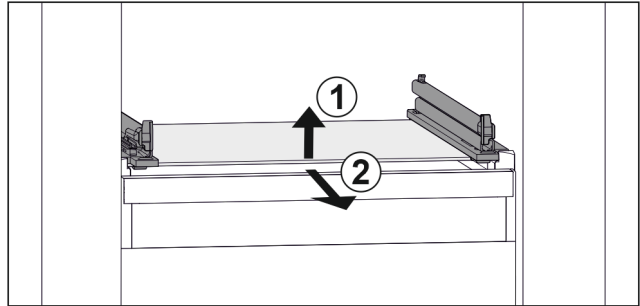

Fig. 110 Cam plakanın örnek gösterimi
- Cam plakayı önden kaldırın. Fig. 110 (1)
- Cam plakayı öne doğru çıkartın. Fig. 110 (2)